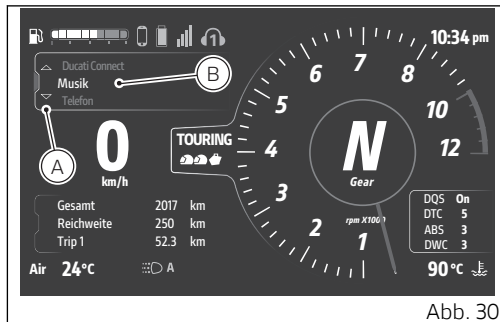

Abb. 30
- Das „Interactive Menu“ (A, Abb. 30) aufrufen. Dazu den Joystick länger anhaltend in die Position ▲ drücken.
- Mit dem Joystick ▲ ▼ die Angabe „Musik“ (B, Abb. 30) markieren, dann auf ENTER drücken.